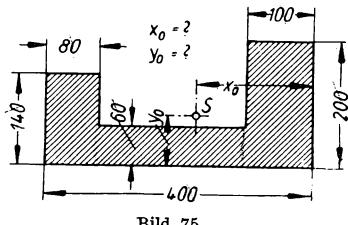

Bild 75
- 214.** Für den skizzierten unsymmetrischen Querschnitt der Rippe eines Fußkörpers (Bild 75) sollen die Schwerpunktskoordinaten x_0 und y_0 berechnet werden.